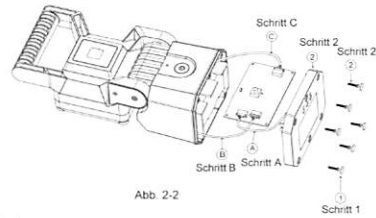
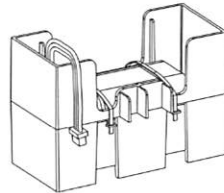

Abb. 2-2
Abb. 2-3
- Entfernen Sie die sechs Gummiabdeckungen von der Gehäuseabdeckung. (Siehe Abb. 2-2 Schritt 1)
- Entfernen Sie die sechs Schrauben und die Gehäuseabdeckung. (Siehe Abb. 2-2 Schritt 2)
- Trennen Sie die Akkuverbindung (siehe Abb. 2-2 Schritt B) und entfernen den gesamten Akku (Abb. 2-3).